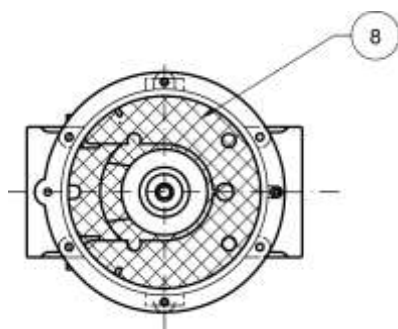

Рис. 10
- **DN 32 ÷ DN 150:** (см. рис. 2 и 3) Отпустить гайку (12) и снять электромагнитную катушку (11). Отпустить винты крепления (9) и осторожно снять крышку (10) с корпуса клапана (4). Проверить состояние затвора (5) и, при необходимости, заменить манжету затвора (6). Прочистить, продуть или, при необходимости, заменить фильтрующий элемент (9) (правильное положение фильтрующего элемента см. на рис. 10, 11). Собрать клапан, выполняя обратную последовательность действий.